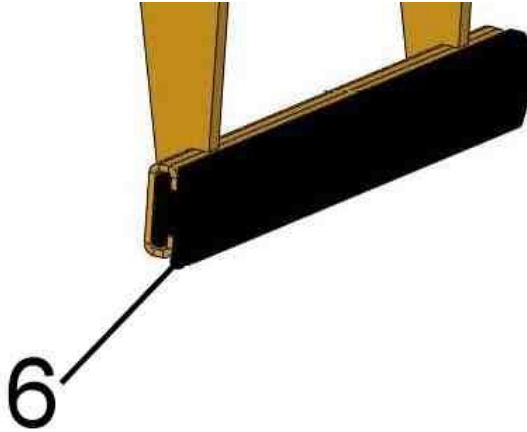
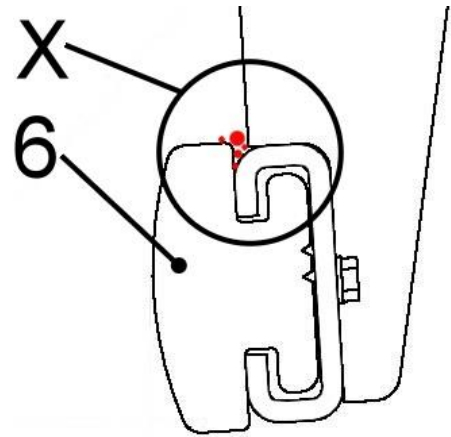

Bild 1
Bild 2
Regelbunden kontroll avseende **smuts** (t.ex. små stenpartiklar) i gummigripkäftarnas (6) övre område (se punkter bildutsnitt "X" i bild 2) → se bild 1/bild 2.
**Problem:** Smuts kan skada gummigripkäftarna (6) i detta område vid gripförloppet (genom att sten trycks in i gummit).
**Åtgärd:** Avlägsna smuts i detta område på gummigripkäftarna (6) eller demontera och rengör gummigripkäftarna vid kraftig nedsmutsning.